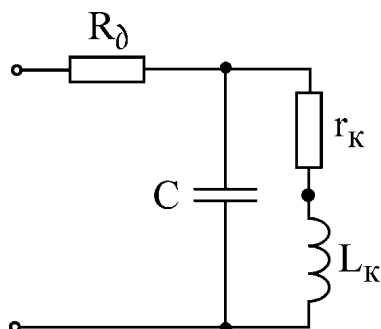

Рис.1.8
1. Начертить электрическую схему параллельного колебательного контура (рис. 1.8). Пронумеровать узлы.